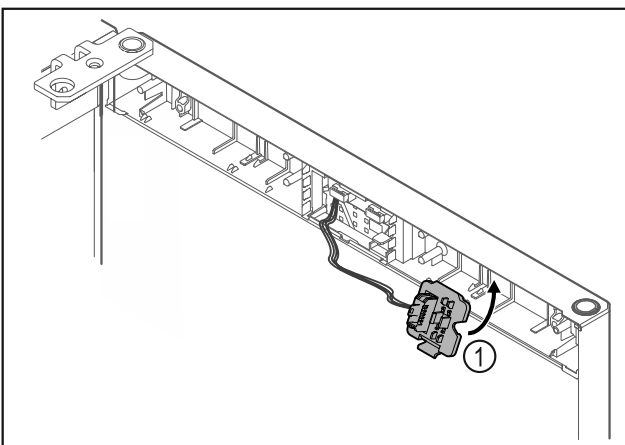

Fig. 19
- ▶ Zaistite držiak zástrčky Fig. 19 (1) na opačnej strane.